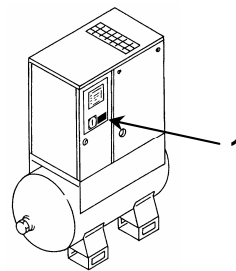

РИС. 1
1) Расположение шильдика Рис. 1